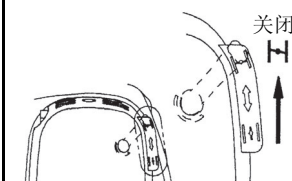
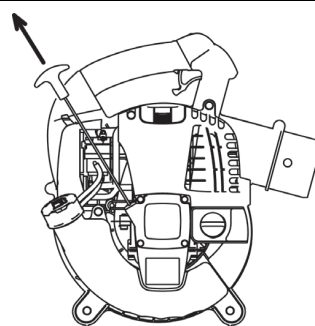

图 3
图 4
- 加装：检查之后，如果机油低于下限，请通过卸下机油盖的同一开口添加机油。关于如何摆正引擎以加装机油，请参见图 4。
- (2) 您可能需要在每隔大约 10 小时使用之后加装机油（每 10 次加装）。
- (3) 如果机油变色或混入脏物，请更换机油。（关于更换的间隔时间和方法，请参阅第 14 页。）
- (4) 将阻气门杆抬到关闭位置（图 3）。
- (5) 用左手握住主手柄以防引擎移动。
- (6) 慢慢拉出启动柄直到能够感觉一定的阻力。从此位置退回启动柄一次，然后用力拉出（图 4）。
使用附带的盒式扳钳卸下或安装火花塞（图 3）。
火花塞两个电极之间的间距为 0.7 至 0.8 mm（图 4）。当间距太宽或太窄时，请调整为正确间距。